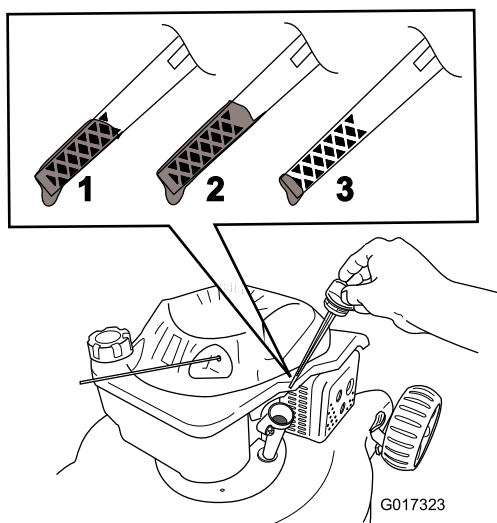

Figure 30
**Remarque:** Versez de l'huile dans le carter moteur jusqu'à ce que la jauge indique le niveau correct (Figure 30). Si vous remplissez excessivement le carter moteur, vidangez l'excédent d'huile comme expliqué sous 5.